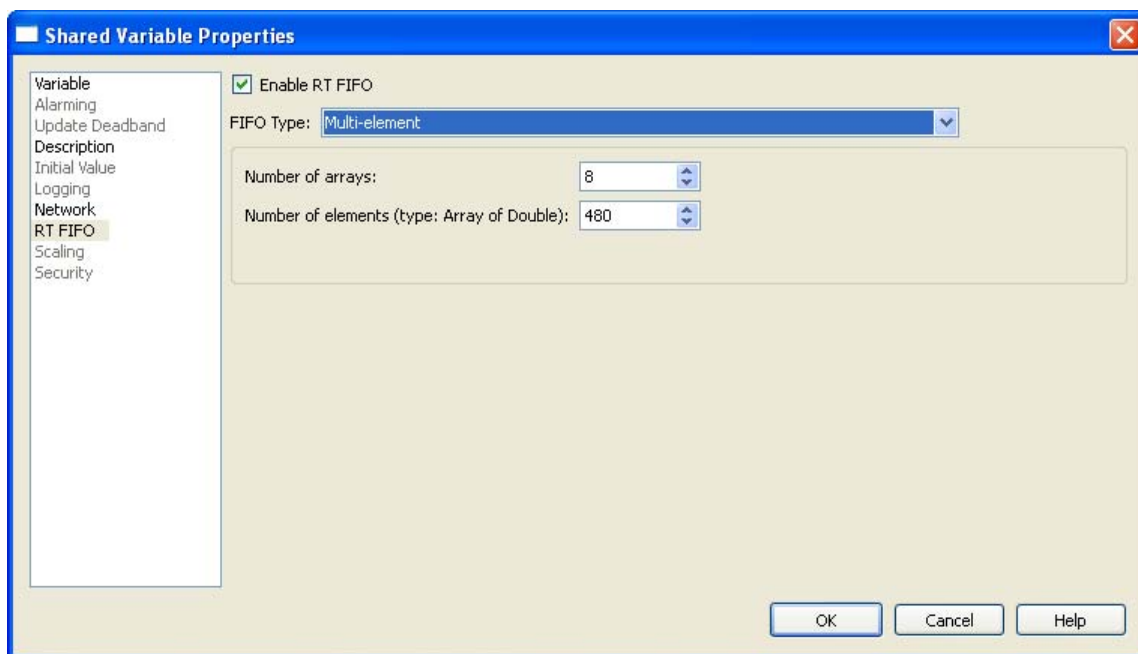

Figura A.3 Opción *RT FIFO* de la ventana *Shared Variable Properties*
- 8 En la ventana emergente dar clic en *RT FIFO* y seleccionar *Multi-element* en la opción *FIFO Type*, como se observa en la Figura A.3.